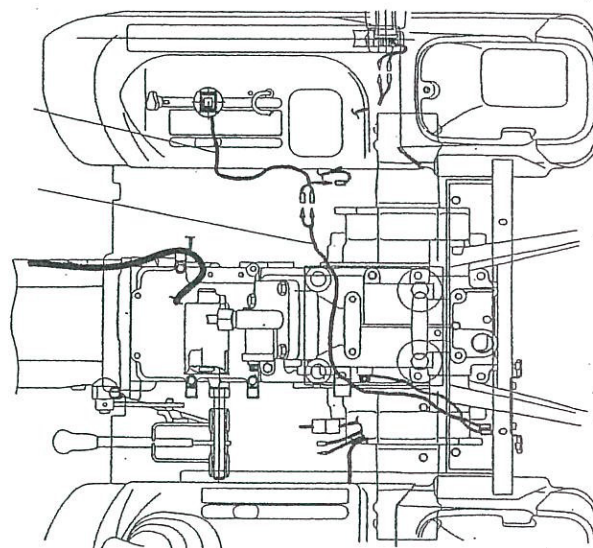

図2
5. グリップ②を昇降レバーに取り付ける。
6. ハーネス③と④をつなげ図2のように通す。